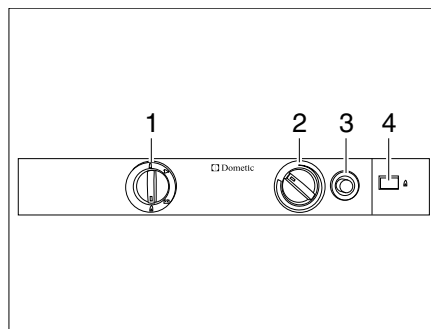

Bild 332 Reglage, knappar för kylskåpet (Dometic 8-serie)
- Ställ energiväljaren (Bild 332,1) i läge "▲".
- Tryck på vridregulatorn (Bild 332,2), vrid till högsta läge och håll den intryckt i detta läge. Vänta tills gasen strömmar till brännaren.
- Tryck på gaständningsknappen (Bild 332,3) och håll den nedtryckt. Tändning sker automatiskt.
- Håll gaständningsknappen (Bild 332,3) nedtryckt tills flamindikatorn (Bild 332,4) blir grön, släpp sedan upp vridregulatorn.
- Håll vridregulatorn (Bild 332,2) i ytterligare 10 till 15 sekunder, släpp den sedan.
- Ställ energiväljaren (Bild 332,1) i läge "↗".
- Ställ in kyltemperaturen med vridregulatorn (Bild 332,2).
- Ställ energiväljaren (Bild 332,1) i läge "⊕".